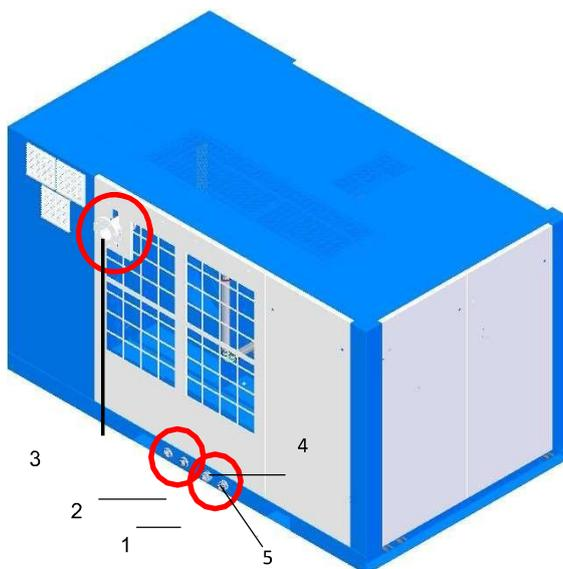

Рис. 33: Подключение компрессоров с водяным охлаждением
- Подключение сжатого воздуха (Рис.33 поз. 3) водяное охлаждение (по желанию) подвод воды (Рис.33 поз.4) отвод воды Рис.33 поз.5)
- рекуперация тепла (опция) подвод воды (Рис.33 поз.1) отвод воды (Рис.33 поз.2)